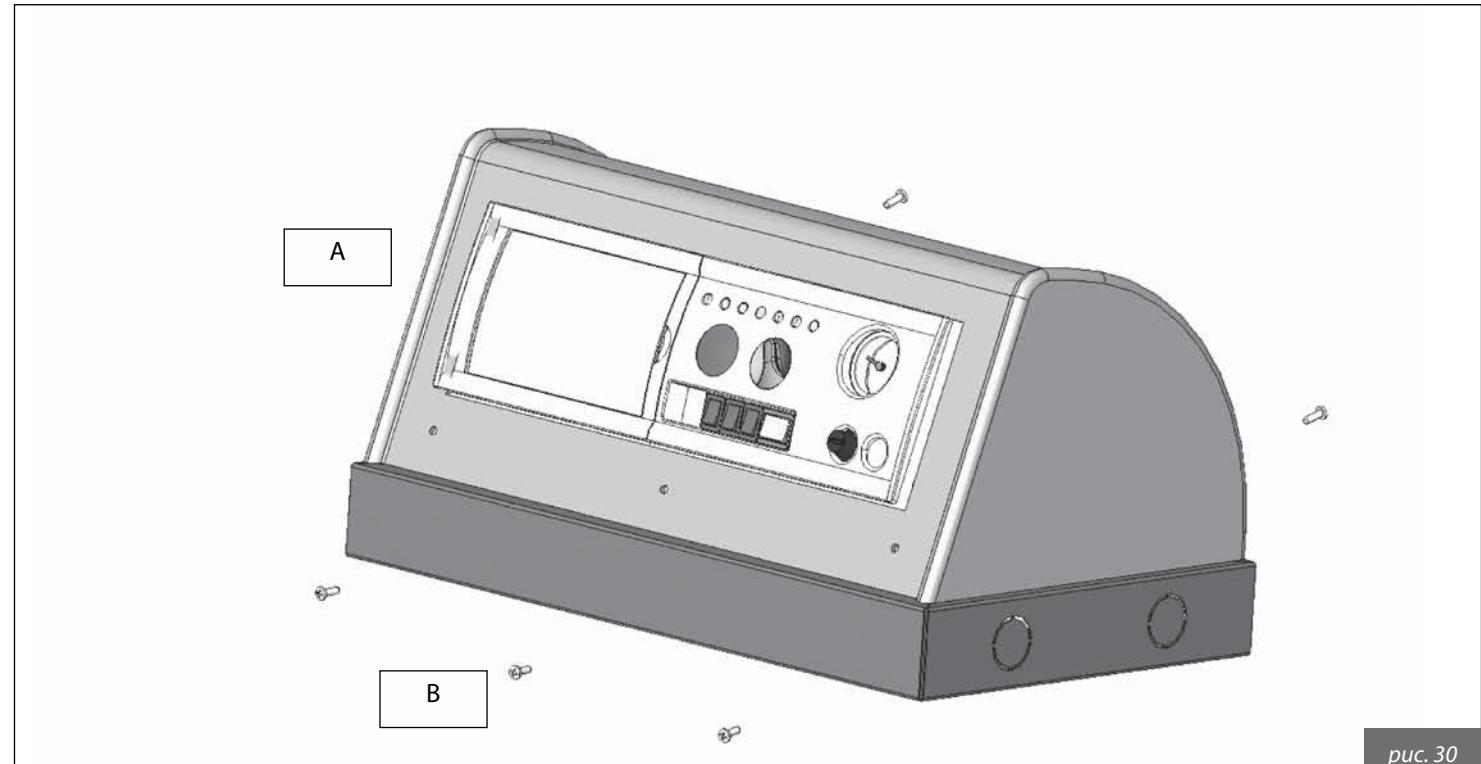

рис. 30
- 2)** установить в исходное положение верхнюю (защитную) часть корпуса пульта (**A**, рис. 30), закрепив ее с помощью соответствующих винтов (**B**, рис. 30);